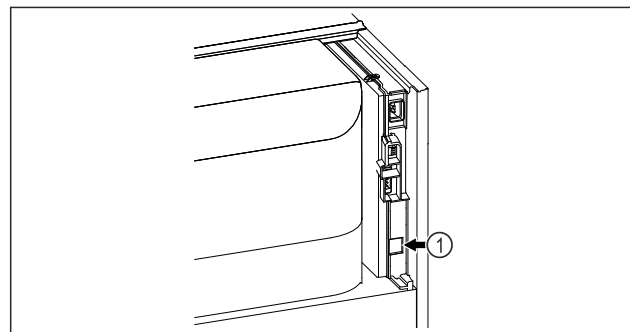

Fig. 135
- ☐ SmartModule Fig. 135 (1) is in use.